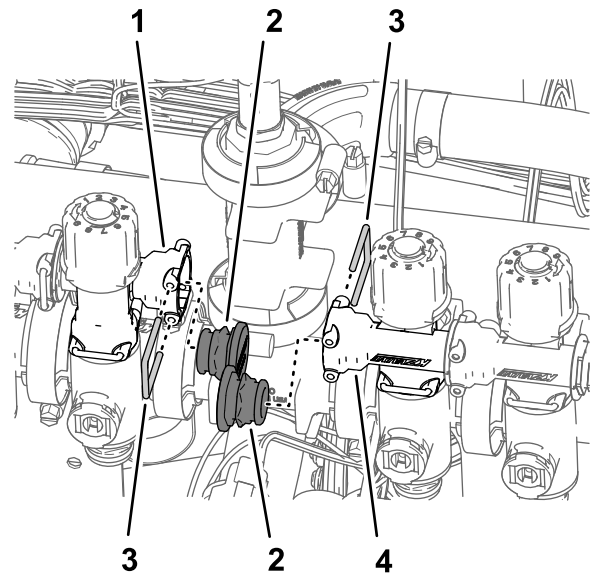

Figura 99
- Retire os retentores que prendem as tampas nas tomadas das uniões de desligação rápida na válvula do bico 5 e válvula do bico 6 e retire as tampas (Figura 99).